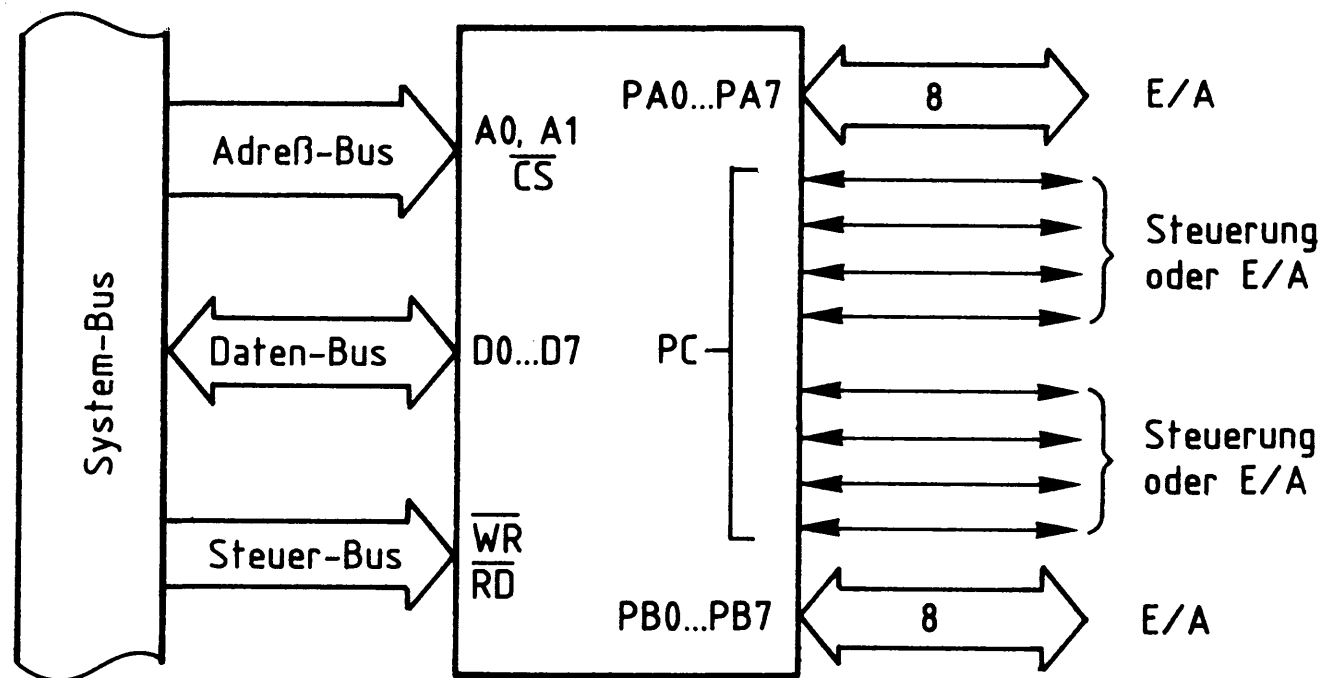

Bild 7: Grundfunktionen des 8255 in Betriebsart 1
- Betriebsart 1: Die Ports A und/oder B werden als Eingabe- oder Ausgabe-Port betrieben, wobei jedem der beiden Ports vier Leitungen des Ports C als Steuer- und Quittungssignale mit festgelegter Funktion zugeordnet sind (Siehe Bild 7).
Bild 7 zeigt die grundsätzlichen Einsatzmöglichkeiten des Schnittstellenbausteins 8255 in der Betriebsart 1 und seinen prinzipiellen Anschluß an den System-Bus des Mikrocomputers.